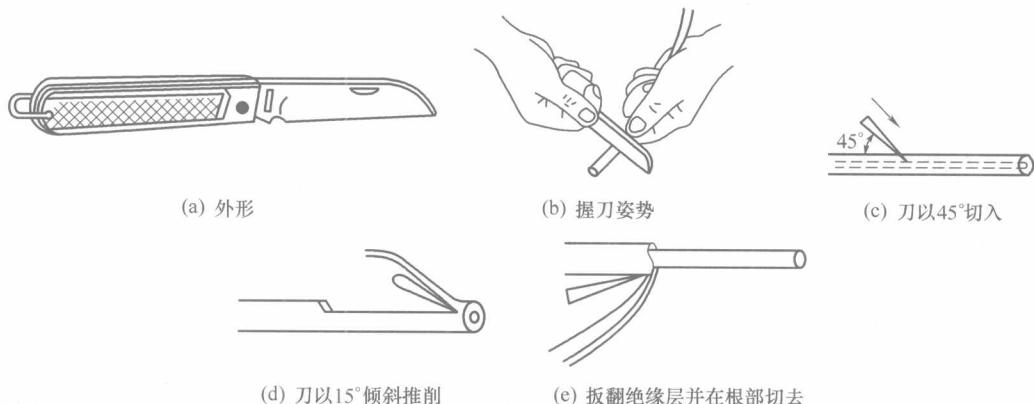

图 1-4 电工刀的外形及使用方法示意
电工刀是用作剖削或切割电工器材的常用工具,其外形和使用方法示意图如图 1-4 所示。使用电工刀应注意:
- ① 其刀柄没有绝缘保护,所以不能接触带电体操作;
- ② 应将刀口向外进行剖削(见图 1-4(b));
③ 可在刀口的单面上磨出呈圆弧状的刀刃。在剖削导线的绝缘层时,应先以约 45° 的角度切入(见图 1-4(c)),然后在贴近金属线心时再用其圆弧状刀面以约 15° 角度贴在导线上剖削(见图 1-4(d)),这样就不容易损伤线心;
- ④ 不能将刀刃和刀尖作旋具或凿、撬使用,以免损坏;
- ⑤ 使用完毕应将刀身折入刀柄内。